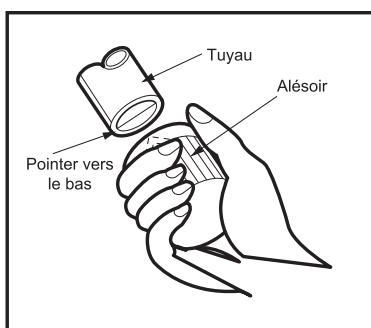

Fig. 6
- 2) Enlevez les bavures sur les bords de coupe. Gardez la sortie du tuyau inclinée vers le bas pour éviter que de la poudre métallique n'entre dans le tuyau (figure 6).